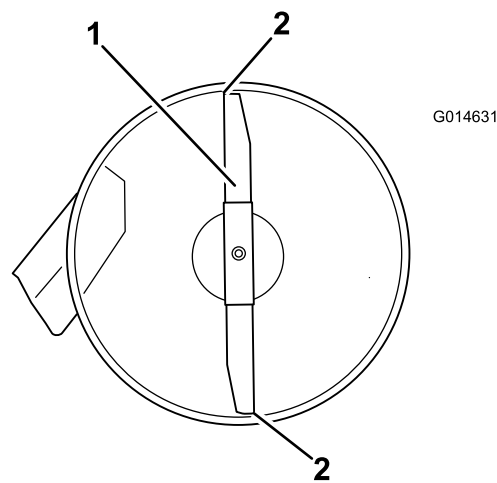

Figura 54
4. Gire cuidadosamente las cuchillas colocándolas en el sentido de avance de la máquina (Figura 54).
5. Mida entre la punta de la cuchilla delantera y la superficie plana y entre la punta de la cuchilla trasera y la superficie plana (Figura 54).
- Después de realizar el ajuste, compruebe de nuevo la inclinación longitudinal, y siga ajustando la tuerca hasta que la punta de la cuchilla delantera esté entre 1.6 mm y 7.9 mm (1/16" a 5/16") más baja que la punta de la cuchilla trasera (Figura 54).